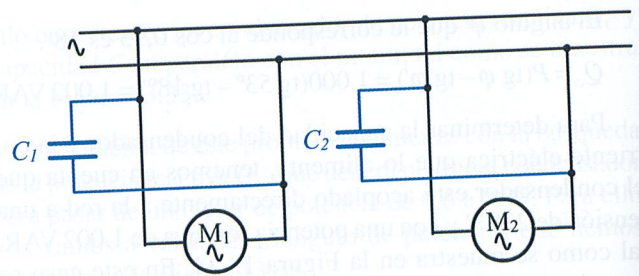

Figura 13.35. Compensación individual de potencia reactiva.
- Compensación individual:** se conecta un condensador en paralelo con cada carga inductiva a compensar (Figura 13.35).